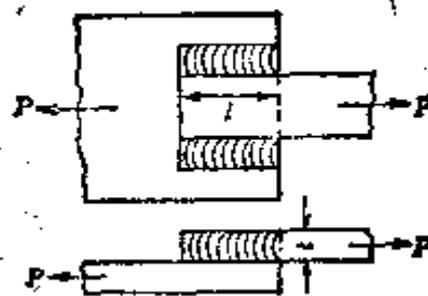

图3.11 侧面填角焊接接头的强度
**【例题】** 如图3.11所示的焊接接头，软钢板的厚度  $t = 12(\text{mm})$ ，为了吊起  $4000\text{kgf}$  载荷，焊接长度  $l$  最小应该是多少？设焊缝系数为  $0.8$ ，许用剪应力为  $5\text{kgf}/\text{mm}^2$ 。